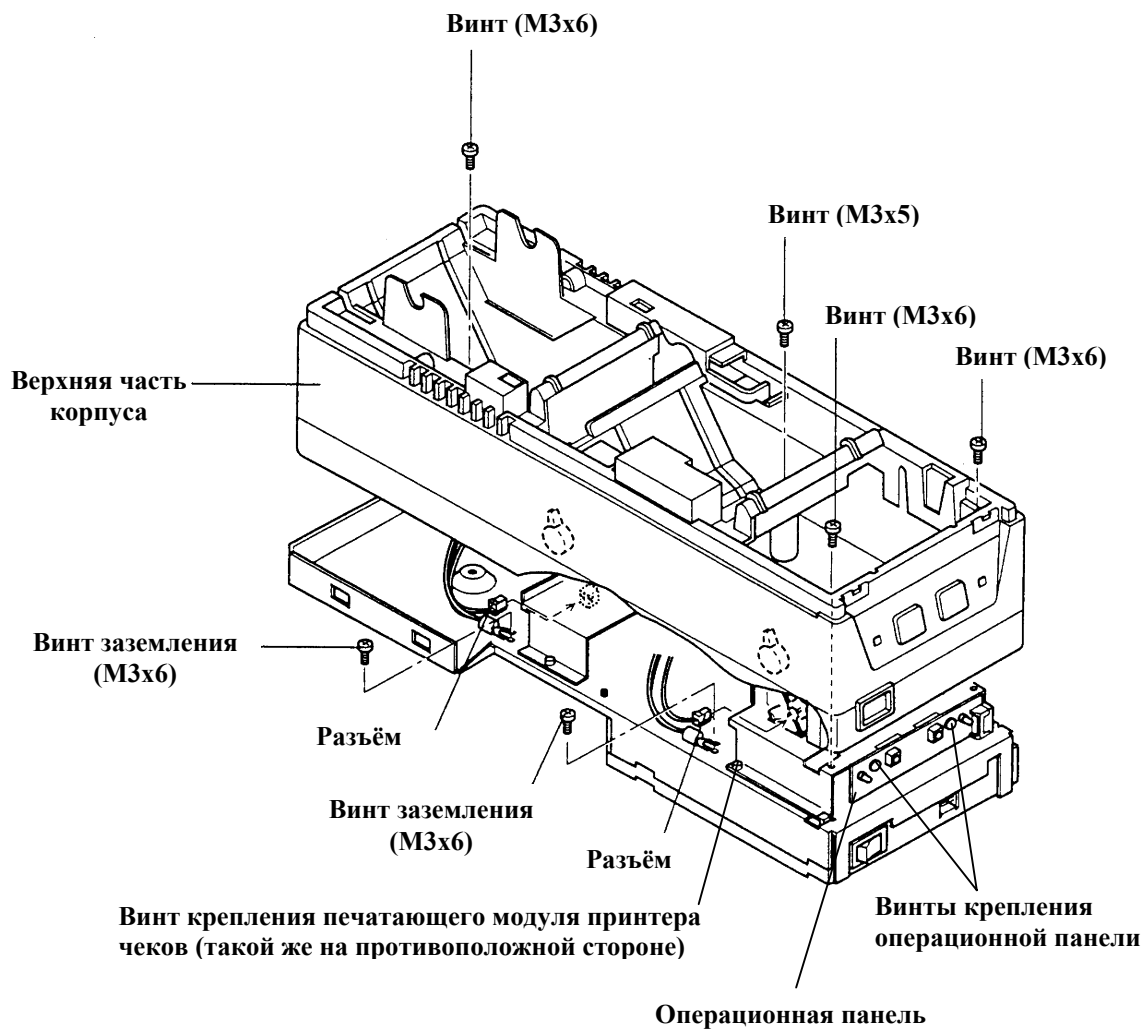

Рисунок 1
4. Разомкнуть 2 разъёма (см. рисунок 1).